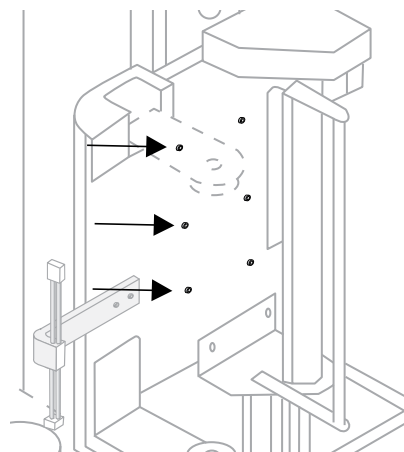

Figure 9
8. Serrez les six boulons à l'arrière du chariot. (Voir Figure 9)